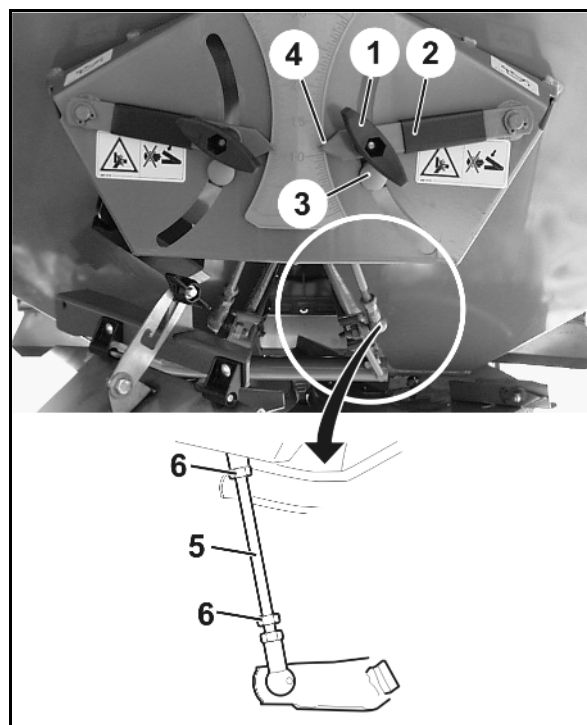

図 105
- 設定ゲージ (オプション 図 105/1) が容易にはまらなければなりません (注文番号 設定ゲージ: 0542700)
2. ゲージ (図 105/1) を入れます。